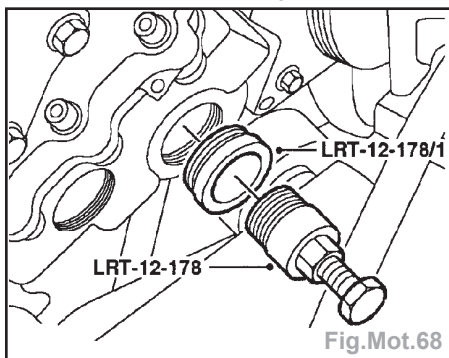

Fig.Mot.68
- Placer l'outil LRT-12-178/1 dans le carter de distribution (Fig.Mot.68).